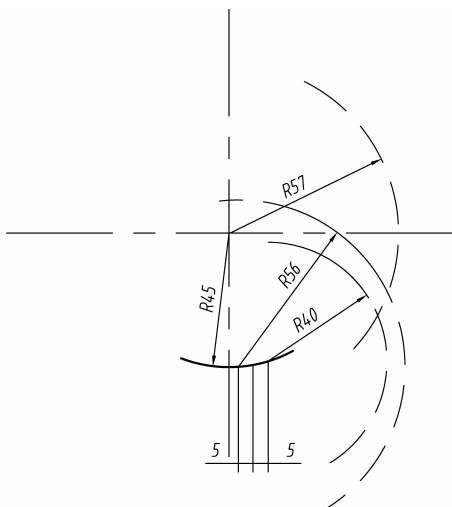

图 3-17 扇形主要部分初始图
(3) 观察所给图形,可以发现该图可以先作出其中一个扇形图再运用阵列命令实现作图。首先作出  $R45$  的圆,过该圆圆心作一条直线与圆边相交,再把直线偏移  $5\text{mm}$ ,两次一共得到与圆相交的三个交点。再分别以三交点为圆心作出相应的圆,另外作出  $R57$  的圆,完成已知圆弧,如图 3-17 所示。